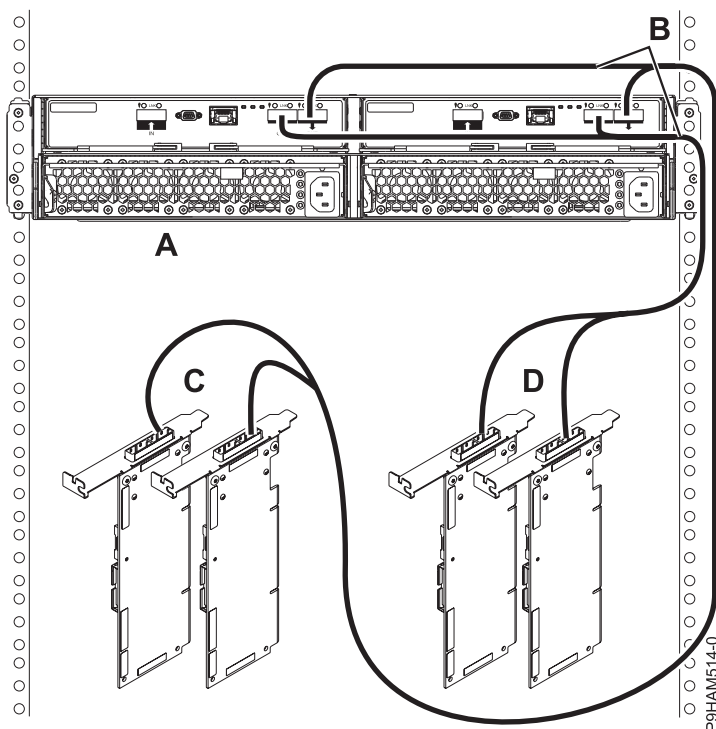

Figura 28. Conexión de la modalidad 2 de un alojamiento de unidad de disco 5887 utilizando cables X a dos pares de adaptadores SAS
19. Lleve a cabo la conexión la modalidad 2 de un alojamiento (A) utilizando cables X (B) en dos pares de adaptador SAS (C y D), tal como se muestra en la Figura 28 en la página 27 y, a continuación, siga con “Conexión de los cables, cables de alimentación e instalación de cubiertas” en la página 29.